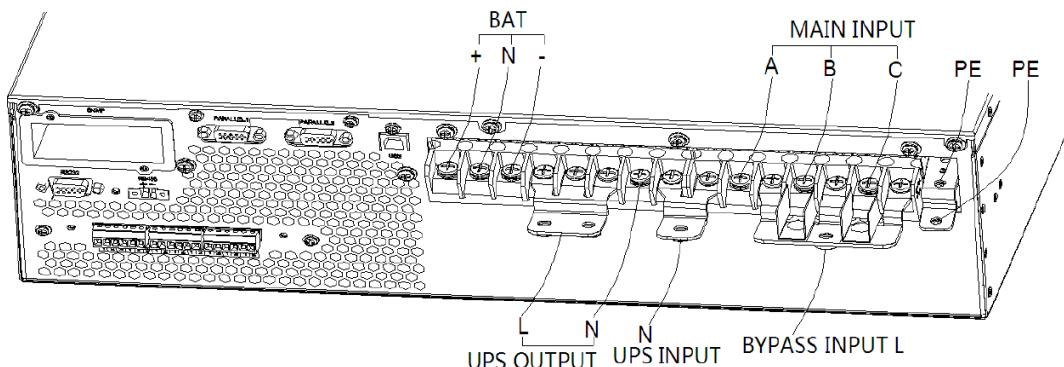

Рисунок 17. 3 фазы в 1 фазу, двойной вход
2. Используйте медный разъем №.5 для соединения разъемов bA, bB, bC (Рисунок 17), используйте медный разъем №.7 для подключения к разъемам BATN, oN, bN, mN, используйте медный разъем №.4 для подключения к разъемам oA, oB, oC.